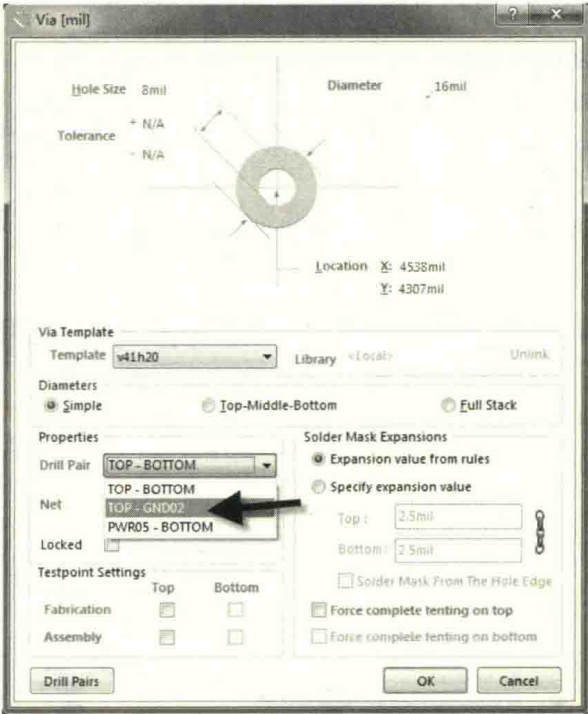

图 15-47 设置过孔属性
(3) 在放置过孔的时候，设置过孔属性，选择钻孔类型即可，如图 15-47 所示。